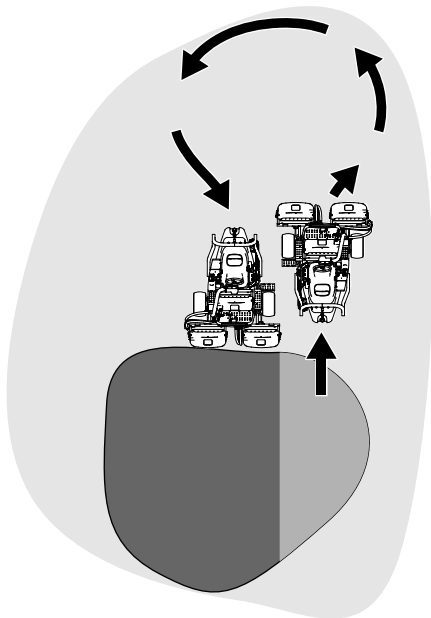

Figure 25
6. Pour réduire le temps de travail et faciliter l'alignement pour la passe suivante, tournez momentanément la machine dans la direction opposée, puis tournez-la vers la partie à tondre. Ce demi-tour en « goutte d'eau » (Figure 25) permet d'aligner rapidement la machine pour la passe suivante.